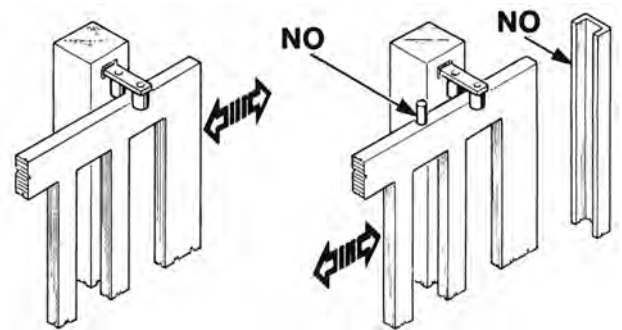

FIG. 3
- Les poteaux du portail doivent avoir des glissières anti-déraillement sur la partie supérieure (Fig. 3), afin d'éviter tout décrochage accidentel.
Note: Éliminer les arrêts mécaniques du type indiqué, décrit dans la Fig. 3. Il ne devra y avoir aucun arrêt mécanique au-dessus du portail, étant donné que les arrêts mécaniques ne sont pas suffisamment sûrs.